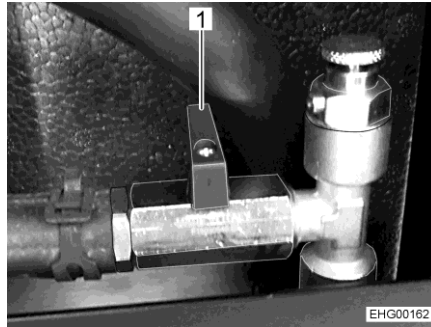

Bild 178 Kugelhahn (geschlossen)
- Den Hebel (Bild 178,1) quer zur Rohrleitung stellen.